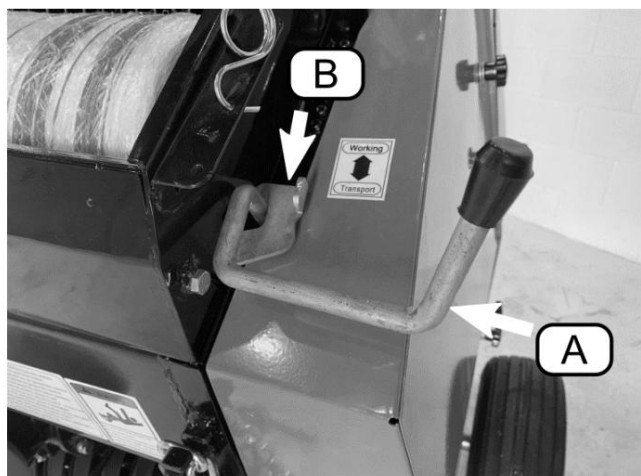

Figura 1 Partea stângă sus a preseii de balotat
Pickup-ul este ținut în poziție ridicată în timpul transportului cu ajutorul pârghiei de ridicare (Figura 1, A) și este ținut în poziție cu ajutorul brațului de blocare (B).